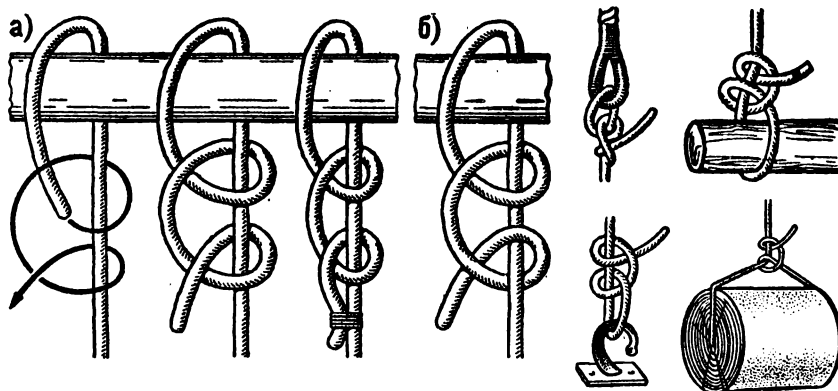

Рис. 10. Простой штык:
**Простой штык** (рис. 10). Два одинаковых полуштыка составляют узел, который моряки называют простым штыком. Выражение «накинуть полштыка» обозначает добавить к уже сделанному узлу еще один обнос и перекрещивание ходовых концов вокруг коренного конца троса. На схеме показан широко применяемый в морском деле незатягивающийся узел — один из самых простых и надежных узлов для крепления швартовов за причальные кнехты, битенги, пушки и палы. Чтобы отличить правильно завязанный штык от неправильного штыка, две петли узла нужно сблизить. Если при этом получится выбленочный узел (см. рис. 48), то, значит, простой штык был завязан правильно. У такого штыка его ходовой конец как после первой, так и после второй калышек должен выходить одинаково над или под своим концом. У перевернутого, т. е. неправильно завязанного простого штыка (рис. 10, б), ходовой конец после второй калышки идет в противоположную сторону, не так, как после первой. При сближении двух петель перевернутого завязанного штыка вместо выбленочного получается коровий узел (см. рис. 46). Если полуштыки простого штыка сделаны в разные стороны, то при натяжении троса они будут сходиться вместе и узел будет затягиваться. Основное применение простого штыка на флоте — это закрепление швартовных концов за причальные приспособления, крепление лопарей оттяжек грузовых стрел за обухи и рымы, крепление грузового шкентеля к поднимаемому грузу.
Но, как ни странно, бабий узел применяют в своей работе моряки и рыбаки некоторых стран. Помимо его отрицательных качеств (скользить и не поддаваться развязыванию), они уловили одно его положительное свойство — при определенных условиях мгновенно превращаться в простой штык (см. рис. 10) — в один из самых простых и надежных морских узлов для закрепления швартова судна на берегу за пал, кнехт или причальную тумбу. Но чтобы при швартовке завязать простой штык, нужно сойти с судна на берег и сделать это непосредственно у пала или подать на берег конец, чтобы это сделали стоящие на берегу. Но, оказывается, простой штык можно завязать за причальную тумбу, не сходя с судна на берег. И делается это с помощью презируемого моряками бабьего узла... Для этого на конце троса, который намерены подать на берег для крепления его простым штыком вокруг пала, делается петля, ходовой конец которого связывается с коренным концом бабьим узлом, который до конца не затягивают. С борта судна эту петлю набрасывают на пал. При рывке за коренную часть швартова бабий узел превращается в простой штык.